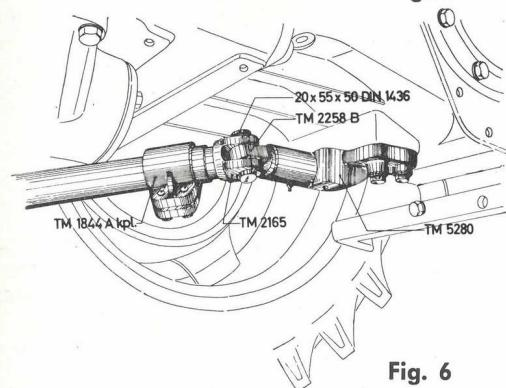

Fig. 6
5. Assembler la fourchette articulée TM 2175 se trouvant à la **trompette AR** au support de fixation arrière TM 5280 par l'axe $20 \times 55 \times 50$ DIN 1436 que l'on assurera au moyen d'une goupille (Fig. 6).